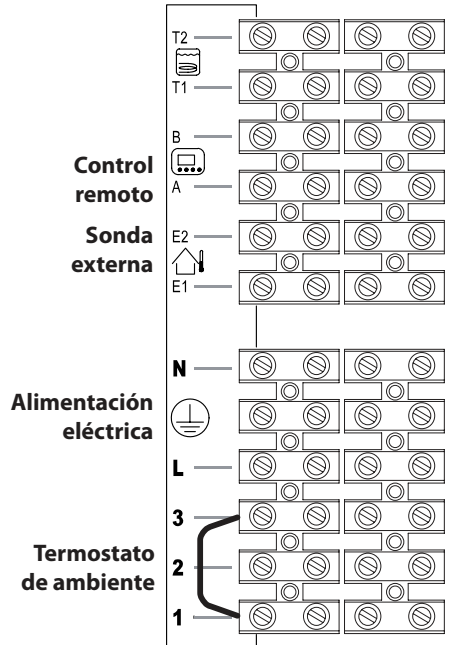
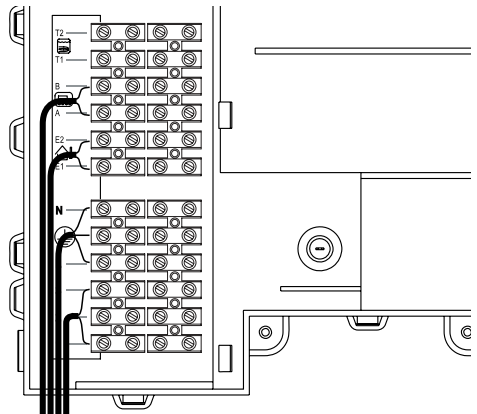
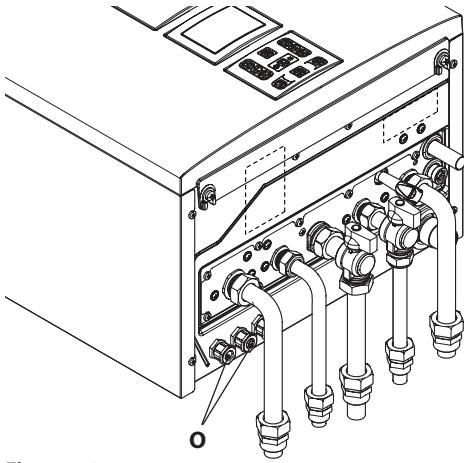

Figura 5.19
Figura 5.20
Figura 5.21
- Conecte el cable de alimentación eléctrica procedente del interruptor omnipolar a la bornera de alimentación eléctrica de la caldera (Figura 5.19) respetando la correspondencia de la línea (hilo marrón) y del neutro (hilo azul claro).
El cable o los hilos de alimentación eléctrica de la caldera y del termostato de ambiente deben seguir el recorrido indicado en la Figura 5.20.
Haga salir los cables de la caldera utilizando los pasacables adecuados **O** (Figura 5.21).
Para conectar un termostato de ambiente use los bornes indicados en la Figura 5.19.
Para conectar válvulas de zona use los bornes del termostato de ambiente indicados en la Figura 5.19 y en la Figura 5.20. Los conductores eléctricos de los contactos del microinterruptor de la válvula de zona deben conectarse a los bornes "1 y 3" de la bornera del termostato de ambiente, como en la Figura 5.20.
El cable o los hilos de alimentación eléctrica de la caldera y del termostato de ambiente deben seguir el recorrido indicado en la Figura 5.20. Haga salir los cables de la caldera utilizando los pasacables adecuados O (Figura 5.21).
Los hilos de conexión de la sonda externa deben seguir el recorrido indicado en la Figura 5.20.
Haga salir los cables de la caldera utilizando los pasacables adecuados O (Figura 5.21).
El cable del control remoto debe seguir el recorrido indicado en la Figura 5.20.